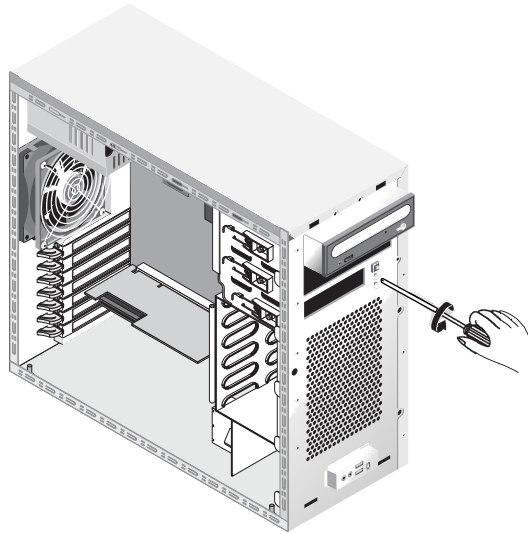

FIGURA 4-22 Liberación del panel del operador
4. Desde la parte anterior del chasis, libere el único tornillo que fija el panel del operador a la parte anterior del chasis (véase la FIGURA 4-22).